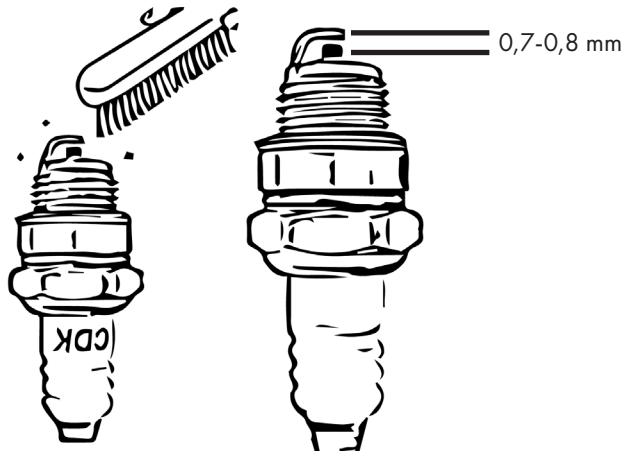

Figure 19
- Réglez l'écartement des électrodes avec une valeur de consigne de 0,7 à 0,8 mm. Voir figure 19.